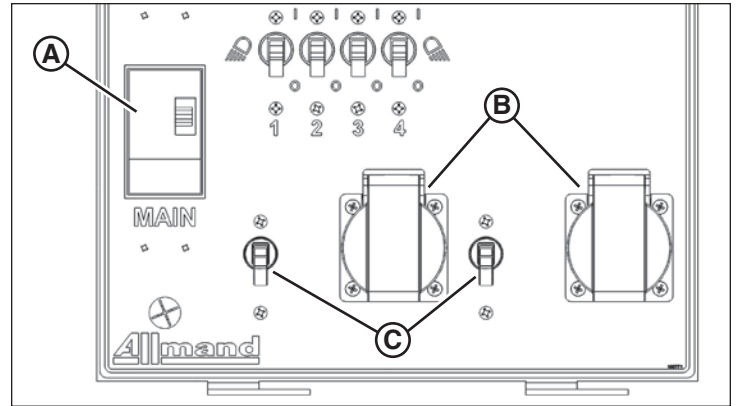

Рисунок 34
- Две розетки с заземлением (В, рис. 34), каждая из которых защищена разъединителем (С). (Только для моделей с частотой 50 Гц)